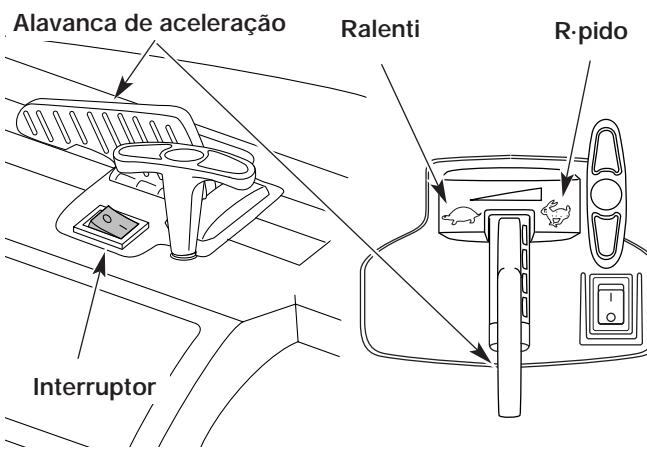
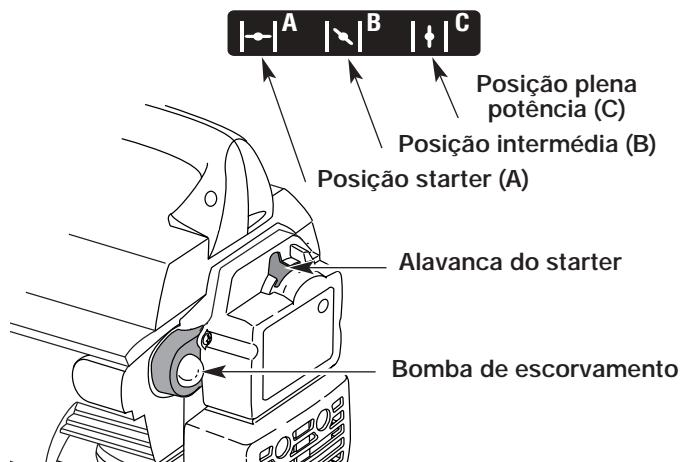

Fig. 10
Fig. 11
NOTA: O botão de ignição é um interruptor momentâneo e está sempre na posição de ligado, ou "ON" (I) (Fig. 10).
- Aperte e solte 10 vezes a bomba de escorvamento, lenta e completamente. O combustível deve ser visível na bomba (Fig. 11). Se não for visível, premir mais três vezes até que apareça.
- Coloque a alavanca do starter na posição starter (A) (Fig. 11).
- Com o aparelho no chão, passe a alavanca de aceleração para a posição r·pido () (Fig. 10).
- Coloque a alavanca do starter na posição intermédia (B) (Fig. 11).
- O aparelho não funcionar· na posição starter (A).
- Deixe o motor aquecer durante 5 a 10 segundos. Ponha a alavanca do starter na posição plena potência (C) (Fig. 11).
NOTA: Se o motor est· afogado durante a tentativa de arranque, ponha a alavanca do starter na posição plena potência (C). Ponha a alavanca de aceleração na posição r·pido () (Fig. 10). Puxe energicamente a corda de lançamento. O motor deve arrancar após 3 (três) a 8 (oito) tentativas.
NOTA: Não é necessário utilizar o starter para arrancar um motor quente. Coloque o controle do acelerador na posição mais rápida () (Fig 10) e d· partida na unidade com o controle do afogador na posição parcial, ou "PARTIAL" (B) (Fig. 11).
- Ponha a alavanca de aceleração na posição de ralenti () (Fig. 10). Deixe o motor arrefecer trabalhando ao ralenti.
- Pressione e mantenha pressionado o botão de ignição na posição de parado, ou "STOP" [O] até que o motor pare totalmente (Fig. 10).
1. Ponha o interruptor na posição PARADO [O] (Fig. 10) e espere que o rotor termine a rotação.